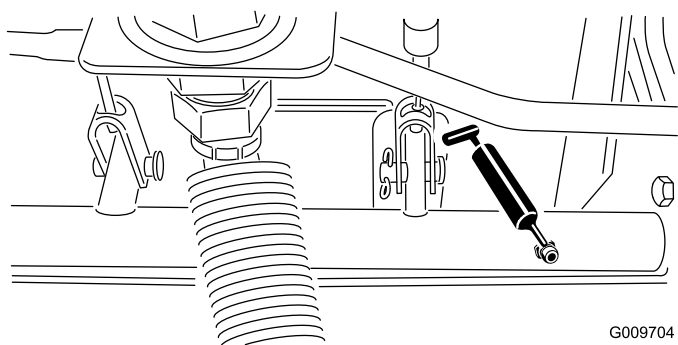

Рисунок 48
- Шарнирные опоры вала тормоза (5 шт.) (Рисунок 48)